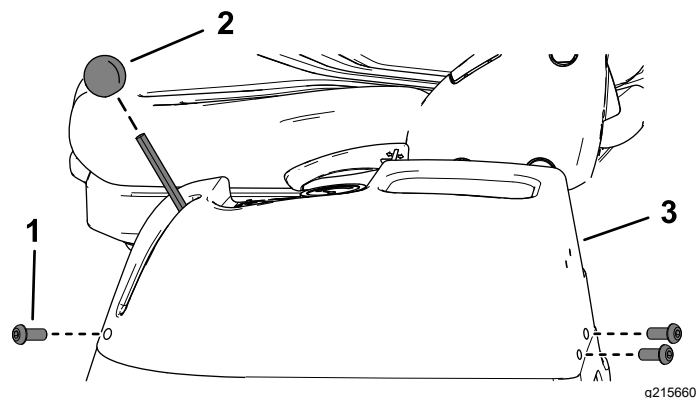

Рисунок 74
4. Отверните 3 винта с внутренним шестигранником с левой консоли (Рисунок 74).
5. Снимите рукоятку рычага дроссельной заслонки (Рисунок 74).
6. Поднимите левую консоль вверх и отсоедините ее (Рисунок 74).